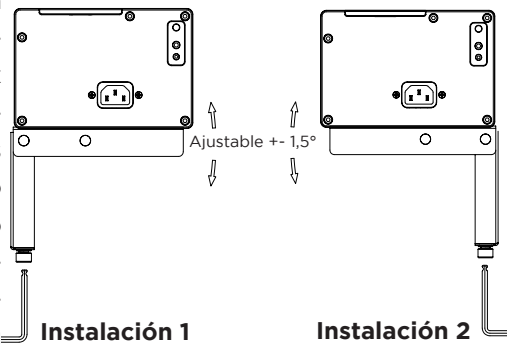

Fig. 2
**Atención:** ¡Tenga en cuenta las **2 posibilidades de instalación (fig. 2)!**
Para los **métodos de instalación 1 y 2**, coloque con cuidado la pantalla sobre las escuadras de montaje entre 2 personas de forma que el suministro de corriente señale hacia el lado izquierdo. Baje la pantalla lentamente mientras comprueba la estabilidad de las escuadras de montaje en la pared. Alinee previamente los tornillos de fijación en paralelo a la pared/mueble para que encajen en las ranuras de la base de la pantalla. Apriete a mano las tuercas de nylon en la rosca de los tornillos de fijación situados debajo de las escuadras de montaje. El tornillo de fijación se gira unos 90 grados y se fija en la carcasa de la pantalla para asegurar la pantalla en las escuadras y evitar que se caiga. (Fig. 2)
Ahora que la pantalla está instalada en el lugar definitivo sobre las escuadras, conecte el suministro de corriente a la pantalla y extienda completamente la tela. Compruebe ahora el ángulo entre la tela y la pared y ajuste con la llave Allen los tornillos de ajuste de las dos escuadras en L hasta que la tela quede perfectamente recta y paralela a la proyección. Puede ajustar las escuadras hasta  $\pm 1,5^\circ$  (fig. 2).